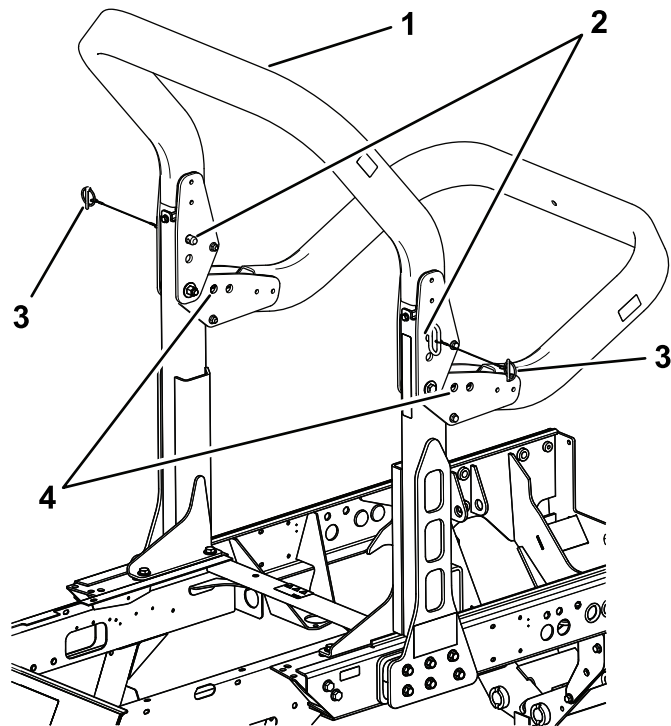

図 74
2. ROPSの上部フレームを支えておいて、ピボットブラケットからスナップピンとクレビスを外す 図 74。